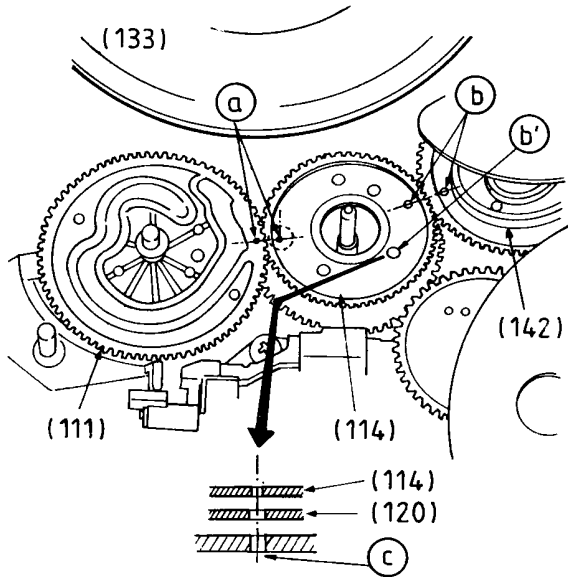

Fig. 48
- Zwischenrad (114) auf das Ringrad (120) stecken. Die Markierungslöcher (a) des Zwischenrades (114) und des Kurvenrades (111), sowie die Markierungslöcher (b) des Zwischenrades (114) und des Ladekurvenrades (142) müssen gegenüberstehen. Gleichzeitig müssen das Markierungsloch (b) des Zwischenrades (114), das Markierungsloch (b) des Ringrades (120) und das Markierungsloch (c) im Laufwerkchassis übereinanderliegen (Fig. 48).
- Put the retainer gear (114) onto the ring gear (120). The holes (a) of the retainer gear (114) and the main cam gear (111) as well as the holes (b) of the retainer gear (114) and the loading cam gear (142) have to lie opposite each other. Simultaneously, hole (b) of the retainer gear (114), hole (b) of the ring gear (120) and hole (c) in the chassis must lie exactly on top of each other (Fig. 48).